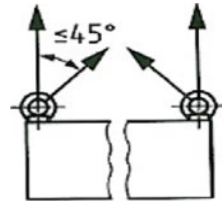

Abbildung 4: Maximaler Winkel Ringschraube
- ◆ Die Ringschrauben sind mit einem maximalen Winkel von 45° zu belasten (siehe Abbildung 4: Maximaler Winkel Ringschraube).